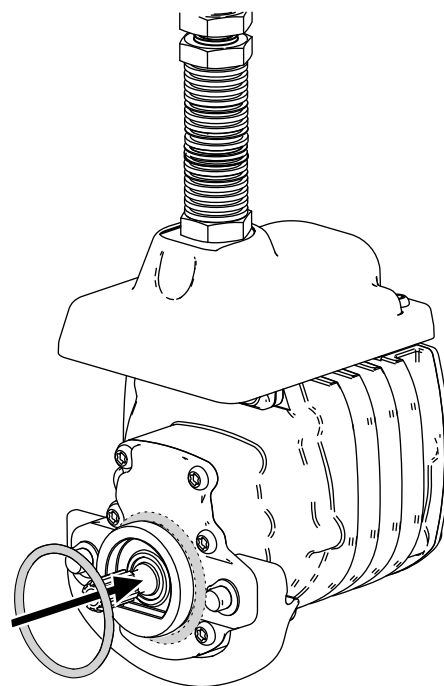

Figura 11
3. Montate un O-ring su ciascun motore dei cilindri, come illustrato nella Figura 11.